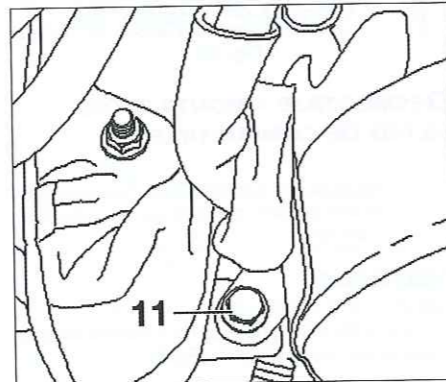

Fig. 47
- Desmontar los tornillos (11) de fijación sobre el soporte superior del filtro de habitáculo (Fig.47).